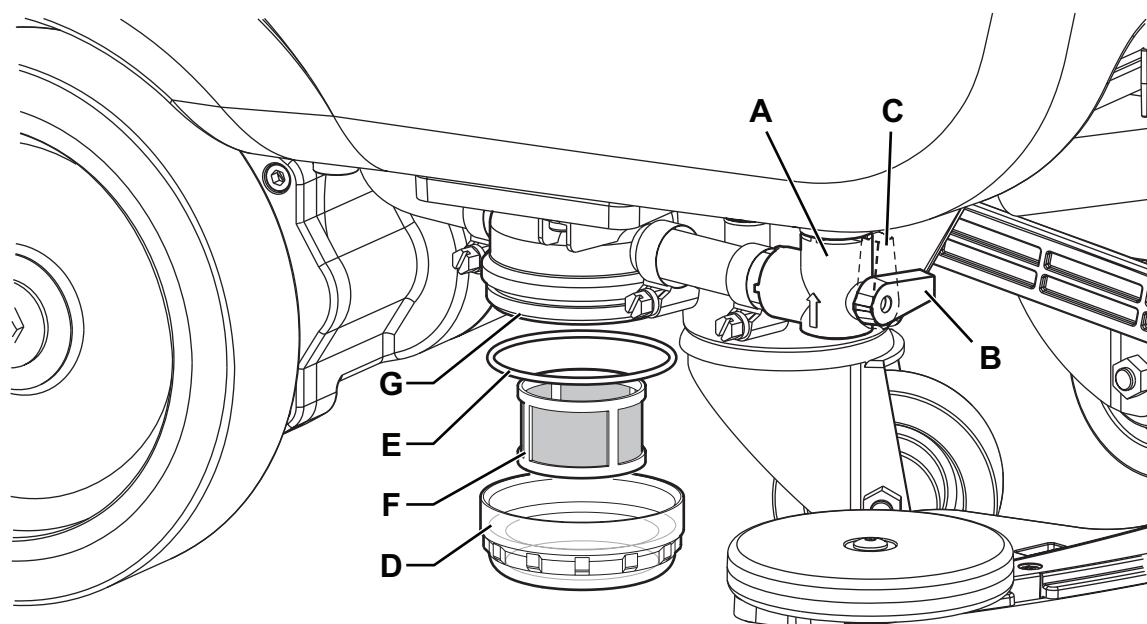

Figure 14
2. S'assurer que la machine est éteinte avec la clé opérateur (51) retirée.
3. Fermer le robinet de la solution détergente (A, Fig. 14). Le robinet est fermé quand il se trouve dans la position (B) et ouvert quand il se trouve dans la position (C).
4. Retirer le petit glas transparent (D), récupérer le joint d'étanchéité (E), puis retirer le filet filtrant (F). Les laver et les rincer avec de l'eau, puis les réinstaller soigneusement sur le support filtre (G).
5. Ouvrir le robinet (A).